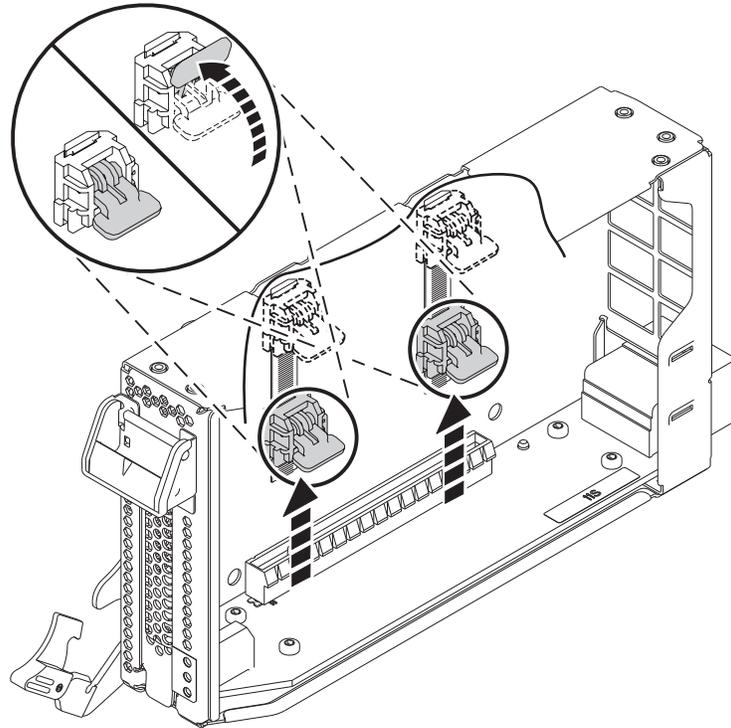

Figura 16. Desbloquear os trincos da cassetete
- a. Desbloqueie ambos os trincos da cassete rodando-os como é mostrado na Figura 16 na página 17.
- b. Empurre para cima os trincos da cassete na direcção da extremidade superior da cassete, tal como é mostrado na Figura 16 na página 17.